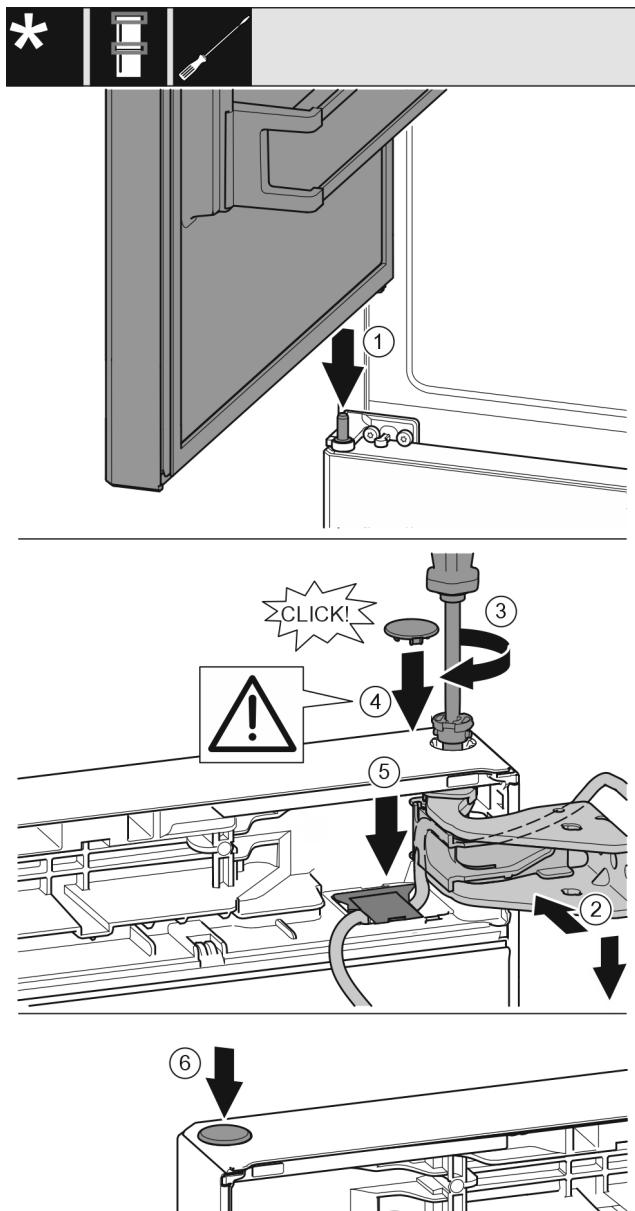

Fig. 42
- ▶ Τοποθετήστε την επάνω πόρτα στον μεσαίο πείρο Fig. 42 (1)
- ▶ Ευθυγραμμίστε την πόρτα επάνω με το άνοιγμα στο στήριγμα. Fig. 42 (2)
- ▶ Τοποθετήστε τον πείρο και σφίξτε με κατσαβίδι T15. Fig. 42 (3)
- ▶ Τοποθετήστε το κάλυμμα ασφάλισης για την ασφάλιση της πόρτας: Τοποθετήστε το κάλυμμα ασφάλισης και ελέγξτε εάν εφαρμόζει στην πόρτα. Διαφορετικά, τοποθετήστε ολόκληρο τον πείρο. Fig. 42 (4)
- ▶ Τοποθετήστε το κάλυμμα και πιέστε το προς τα κάτω μέχρι να κουμπώσει. Fig. 42 (5)
- ▶ Τοποθετήστε την τάπα. Fig. 42 (6)